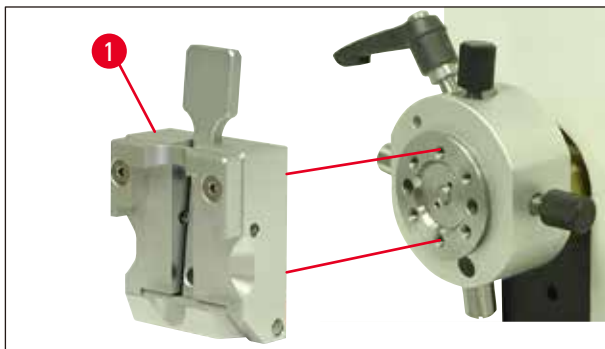

Fig. 11
4. Colocar la pinza porta-muestras (→ Fig. 11-1) (→ Fig. 11) sobre el dispositivo de sujeción y fijarla con los dos tornillos (→ Fig. 10-4).